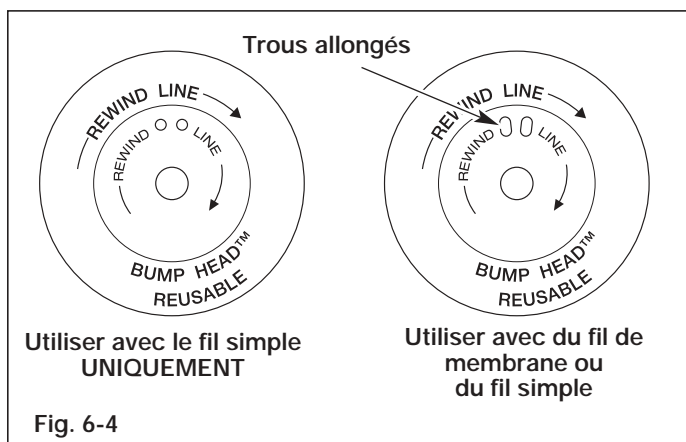

Fig. 6-4
**REMARQUE :** le fil de membrane peut être utilisé seulement avec le moulinet intérieur à trous allongés. Le fil simple peut être utilisé avec les deux sortes de moulinet intérieur. Identifiez votre type de moulinet en vous référant à la Figure 6-4.